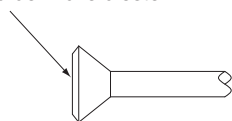

Fig. 14
- Lorsque vous effectuez un raccord évasé, enduisez la surface intérieure de fusée seulement avec de l'huile d'éther ou de l'huile d'ester. (Reportez-vous à la Fig. 14)